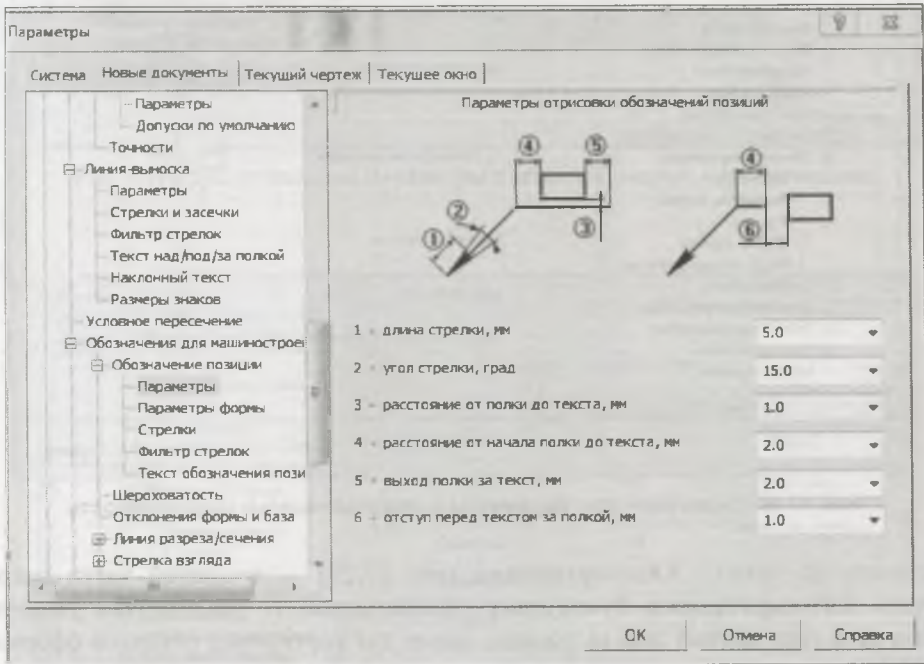

Рис. 17.27. Диалоговое окно **Параметры** с открытой панелью **Параметры отрисовки обозначений позиций**
- ♦ щелкните ЛК мыши у пункта **Обозначения для машиностроения** и по знаку "плюс" пункта **Обозначение позиций** (рис. 17.27) — он раскроется на три пункта: